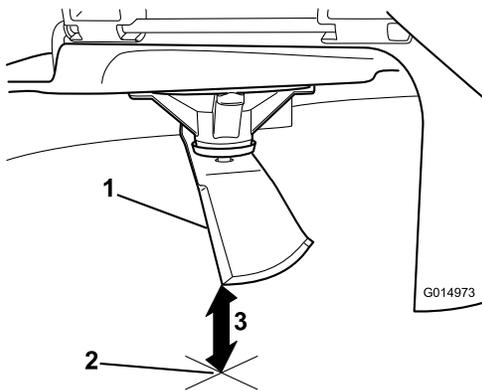

Figura 76
3. Mida desde la punta de la cuchilla hasta la superficie plana (Figura 76).